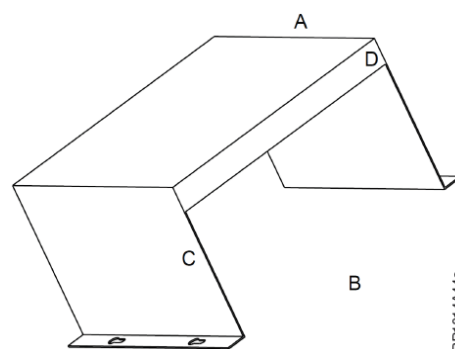

Abb. 3-4: UV-Abdeckung (Vorschlag)
- NI-DV ist nicht für die Installation an Stellen mit direkter Sonneneinstrahlung vorgesehen. Die Kunststoffabdeckungen und Verschraubungen haben keine Zulassung bezüglich UV-Beständigkeit. Bei Installation im Freien muss sichergestellt werden, dass NI-DV vor direkter Sonneneinstrahlung geschützt ist. Vorschlag einer UV-Abdeckung kann Abb. 3-4 und Tab. 3-2 entnommen werden.